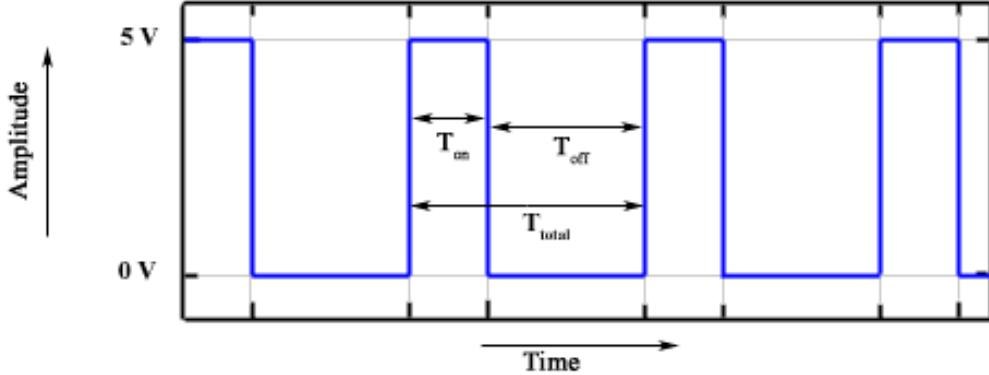

图 3.1: PWM 信号示意图
- (1) **On-Time (导通时间)**: 时间信号的持续时间较长。
- (2) **Off-Time (关断时间)**: 时间信号的持续时间较短。
- (3) **Period (周期)**: 表示为 PWM 信号的导通时间和关断时间的总和。
- (4) **Duty Cycle (占空比)**: 它表示为在 PWM 信号周期内保持导通的时间信号的百分比。
- (5) **周期**: 如图3.1所示， T_{on} 表示导通时间， T_{off} 表示信号的关断时间。周期是导通和关断时间的总和，并按照以下公式计算：